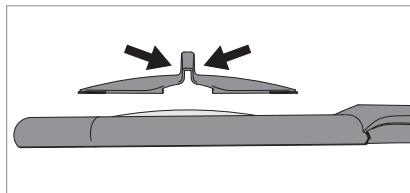

Fig. 3: Montar a cobertura da lupa.
- ▶ Aperte a cobertura da lupa na parte superior, ver Fig. 3.